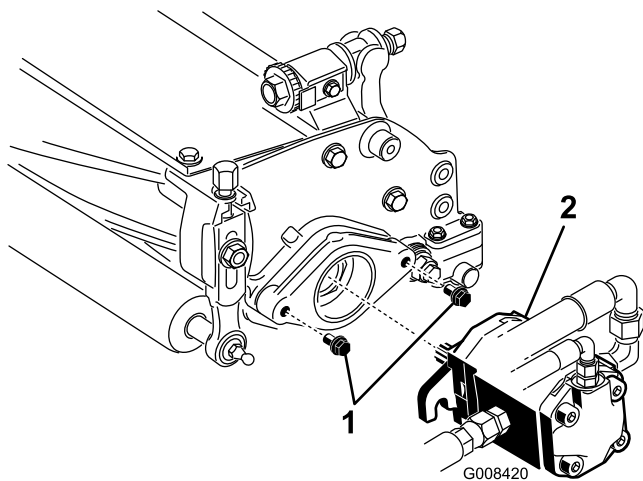

Figura 11
- Asegúrese de que quedan aproximadamente 13 mm de rosca a la vista en cada perno de montaje del motor del molinete (Figura 11).
- Recubra de grasa limpia el eje del motor e instale el motor girándolo en el sentido de las agujas del reloj de manera que las bridas del motor no choquen con los pernos. Gire el motor en el sentido contrario a las agujas del reloj hasta que las bridas se enganchen en los pernos (Figura 11).
- Apriete los pernos de montaje (Figura 11).